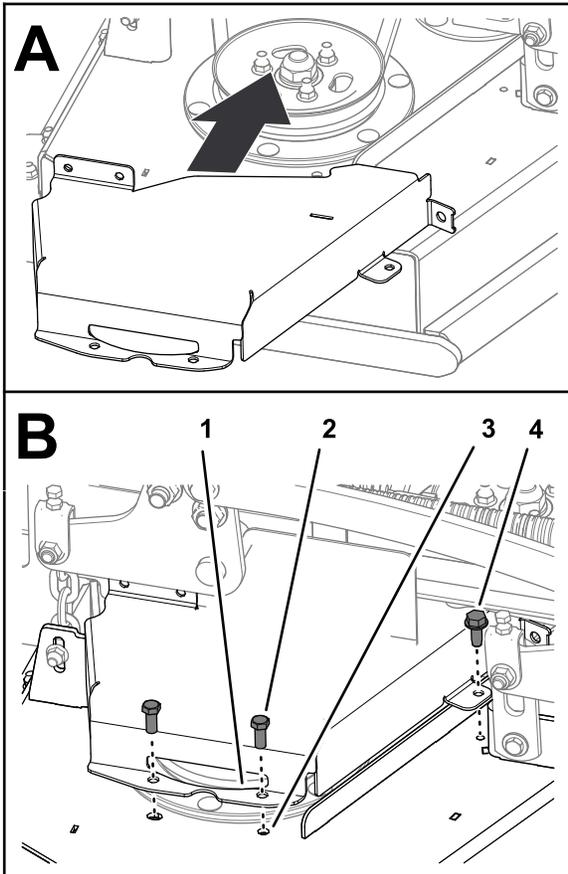

Figura 40
1. Monte a cobertura da correia direita na plataforma (Figura 40) com os dois parafusos que removeu em Remoção da cobertura da correia esquerda (página 28).